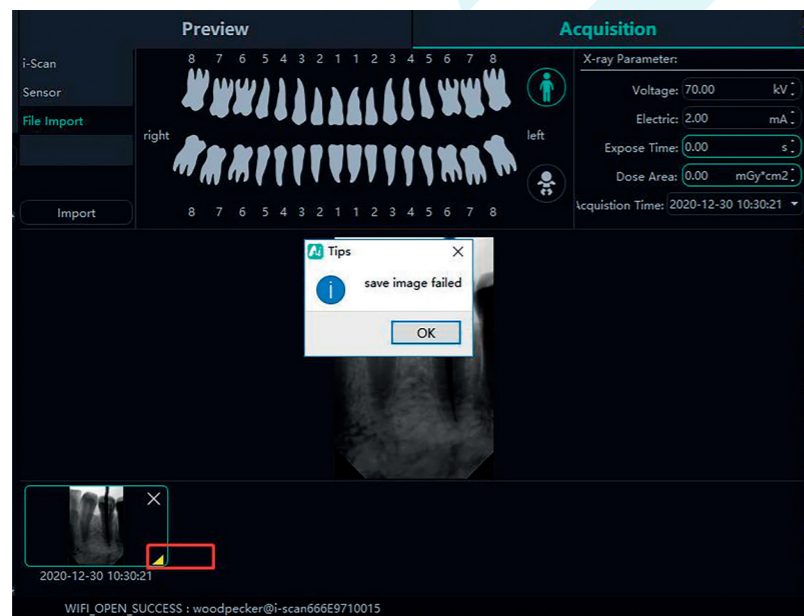
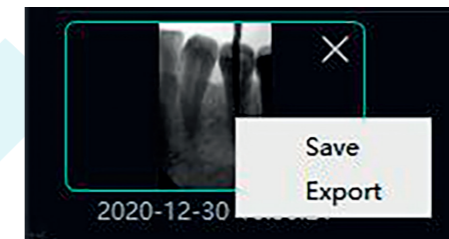

Figura 28
Figura 29
4. Durante a aquisição, problemas como instabilidade da rede podem ser encontrados, resultando em falha ao guardar a imagem. Nesse caso, há uma marca de falha de guarda da imagem no canto inferior direito da imagem. Clique com o botão direito do rato na imagem e ela poderá ser exportada para local e guardada novamente, conforme mostrado na Figura 28 e na Figura 29.